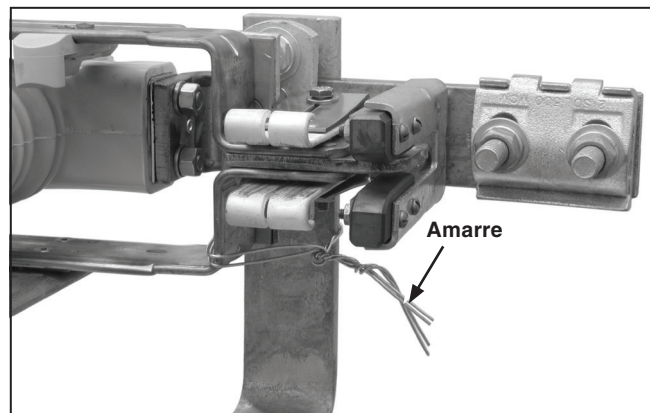

Figura 4. Uniendo la cuchilla del interruptor a los contactos principales.
**PASO 5.** Para minimizar los ajustes finales que consumen tiempo, asegúrese de que el interruptor esté completamente cerrado. Una las cuchillas del interruptor a sus contactos estacionarios principales. Ver Figura 4.